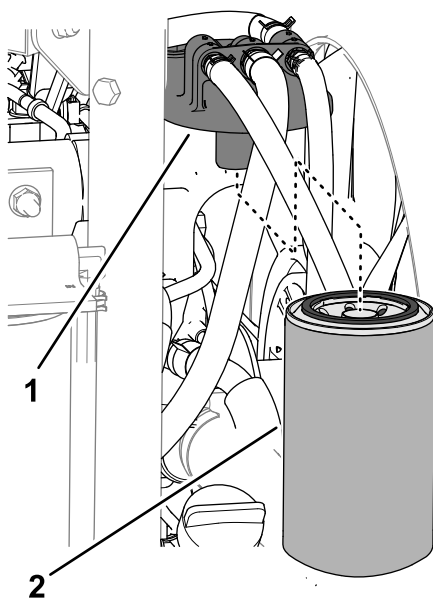

Figure 121
2. Nettoyez la surface autour de la tête du filtre à carburant (Figure 121).
3. Déposez le filtre et nettoyez la surface de montage de la tête du filtre (Figure 121).